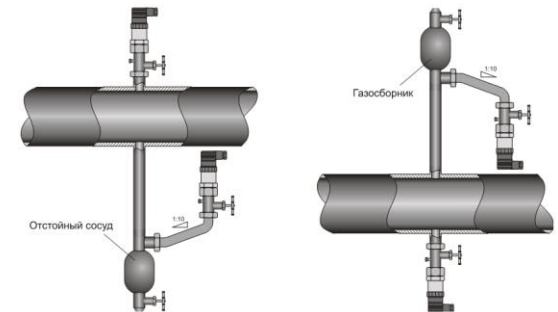

Рисунок 2. Монтаж датчика для измерения давления газа (слева) и жидкости (справа).
4.4. Механическое присоединение датчиков рекомендуется производить с ориентацией, при которой соединительная линия от места отбора давления имеет односторонний уклон ( $\geq 1:10$ ) вверх к датчику, если измеряемая среда – газ, и вниз к датчику, если измеряемая среда – жидкость (см. рис. 2.). Если это невозможно, при измерении давления газа в нижних точках соединительных линий следует устанавливать отстойные сосуды, а при измерении давления жидкости в наивысших точках – газосборники. Отборные устройства для установки датчиков рекомендуется монтировать на прямолинейных участках, на максимально возможном удалении от насосов, запорных устройств, колен, компенсаторов и других гидравлических устройств.